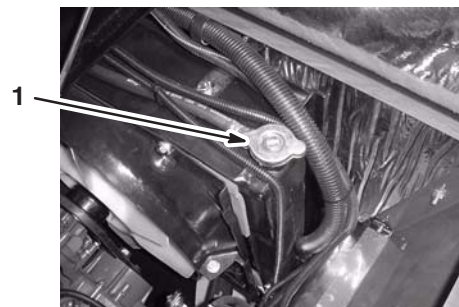

Bild 40
2. Wenn der Motor abgekühlt ist, nehmen Sie den Kühlerdeckel ab (Bild 40).